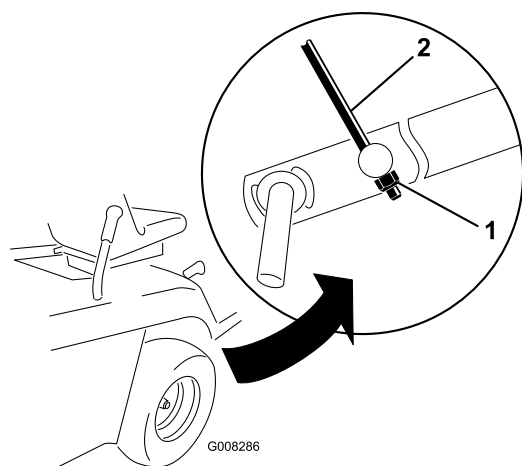

Figura 40
9. Regolate il dado di bloccaggio M8 in fondo all'asta di regolazione dell'altezza finché l'asta non è leggermente tesa (Figura 40).